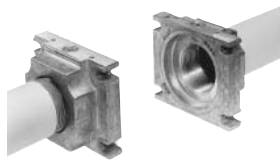

Fig. 12
3. Extraer el GasMultiBloc entre las bridas roscadas (Fig. 12).